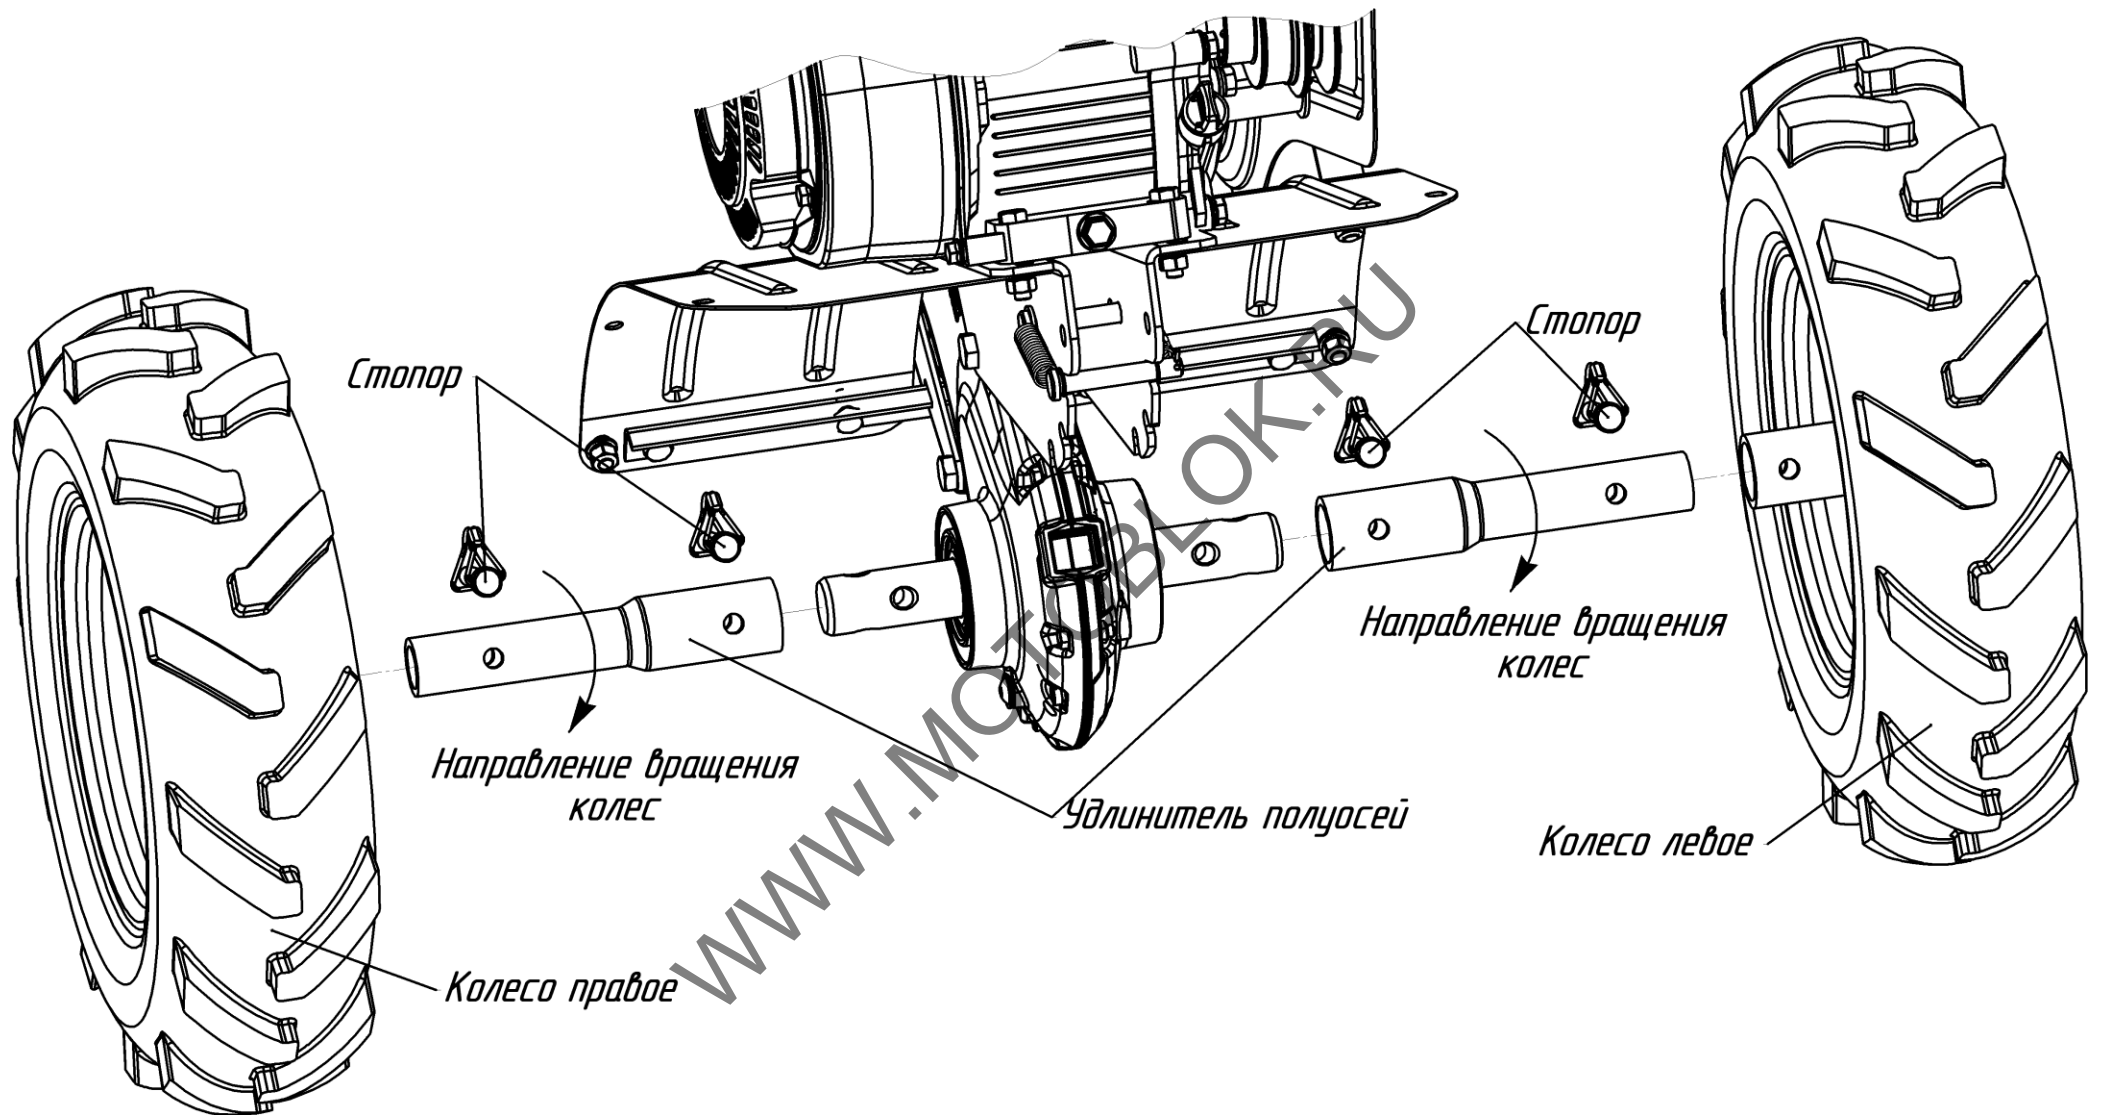

Рис.9 Схема установки колес и удлинителей
7. Установить колеса и удлинители на полуоси редуктора и зафиксировать их стопорами. Стопора устанавливать спинкой (выгнутой частью) по ходу движения (рис.9).